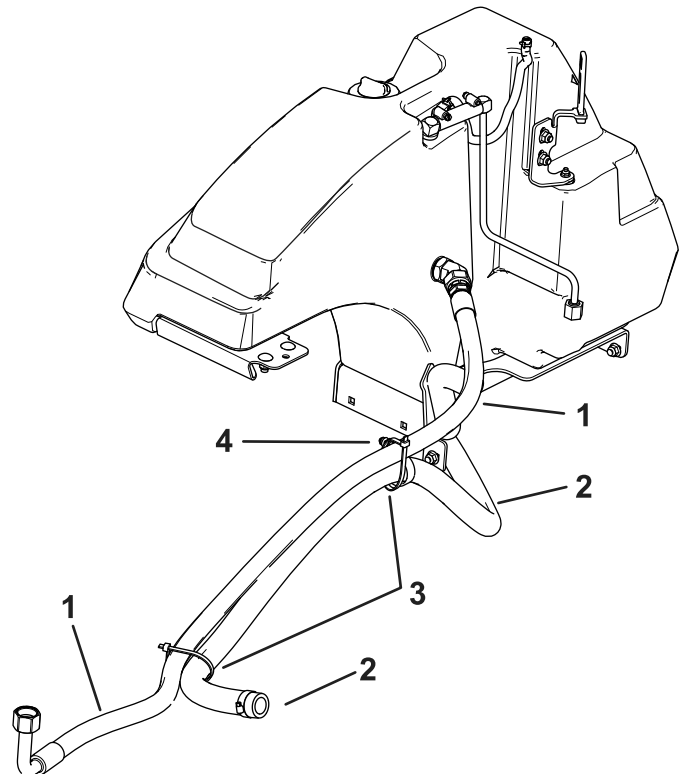

Figure 14
Reportez-vous à la Figure 14 pour identifier les flexibles et l'emplacement des attache-câbles.
11. Placez les attache-câbles aux emplacements indiqués à la Figure 14.